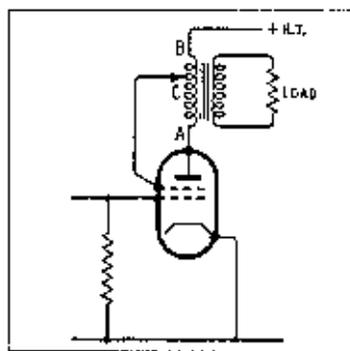

Рис. 3. Половина ультралинейного (UL) выходного каскада (Хафлер и Керос).
3) В 1951 г. David Hafler и Herbert Keroes подошли к проблеме применения пентода под иным углом: они вернули часть переменного анодного напряжения на вторую сетку (Рис. 3). Эта петля местной ОС стала известна под названием «ультралинейного» включения. Оно стало основой для усилителя Acro Ultra Linear. Хотя Керос, являвшийся специалистом по трансформаторам, знал, что действие экранной сетки нелинейно при подаче на нее прямого сигнала, равно как и при подаче сигнала обратной связи (36,37)15, он нашел, что существует точка отвода в анодной обмотке, когда действие ОС линейно (33,38,39). Этот узкий просвет в рабочих характеристиках и был искомым, чтобы обеспечить «ультралинейность»16. По его собственному выражению: «Мы добились нового типа лампы без конструирования и создания самой лампы. Это не триод и не тетрод, но его улучшенная линейность выше того и другого, оправдывая свое название «ультралинейной» (39).
F. Langford-Smith17 в своей оценке (33) аргументировано подтвердил решение, найденное Хафлером, в то же время как Уильямсон и Уолкер отнеслись к ней с пренебрежением. Уолкер заявил, что его схема может делать все то же, что делает ультралинейная схема и даже больше. Лангфорд-Смит не согласился. Cocking наблюдал за развитием конфликта и в результате математического анализа устроил разнос двум У за подобное принижение идеи Хафлера (36). (На тот момент Cocking был главным редактором весьма влиятельного в Британии журнала Wireless Engineer).